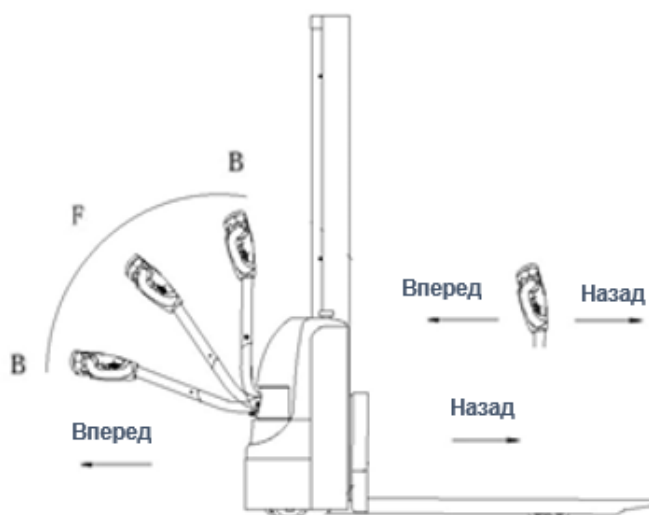

Рисунок 5.
- переведите рукоятку управления вверх или вниз в зону торможения («В» на рис. 5), и штабелер начнет торможение до полной остановки. Если отпустить рукоятку, она автоматически перейдет в верхнее положение зоны торможения («В» на рис. 5), до полной остановки;